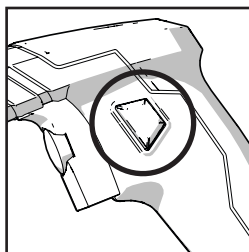

Fig. 6
- Nacisnąć i przytrzymać przełącznik blokujący. (Rys. 6)